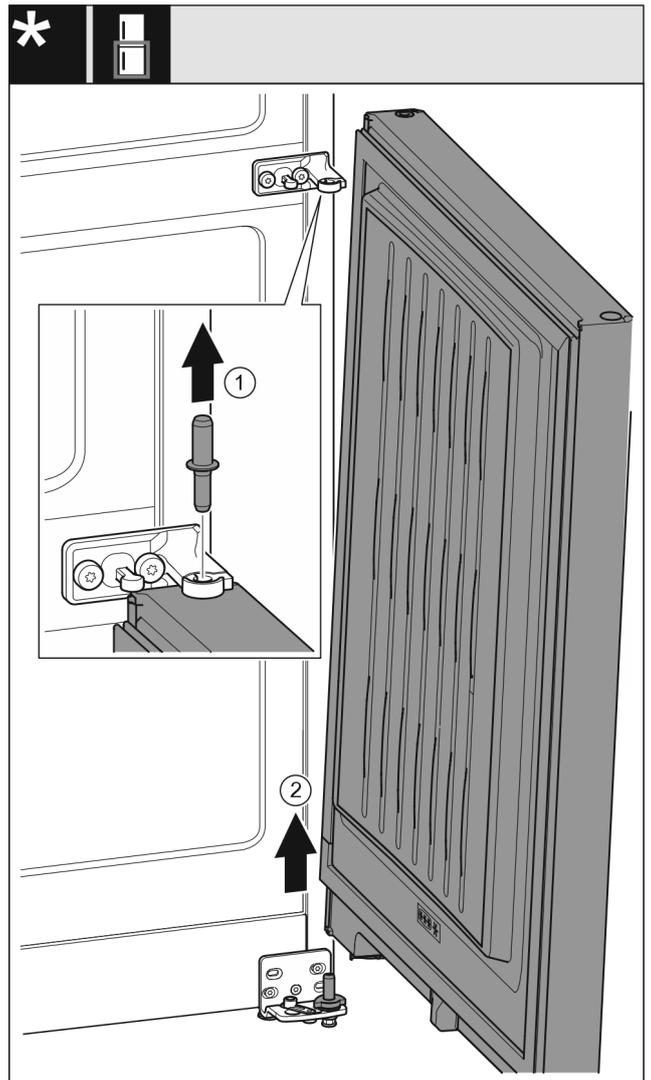

Fig. 9
- ▶ Extraiga el perno Fig. 9 (1) hacia arriba.
- ▶ Gire hacia fuera la puerta Fig. 9 (2), tire de ella hacia arriba y apártela.